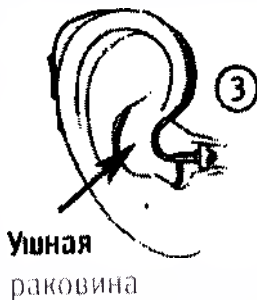

Рисунок 13 – Расположение фиксатора в ушной раковине
2.1.5.3 Расположите фиксатор в углублении выше мочки уха с помощью указательного пальца. Посмотрите в зеркало. Если трубочка звуковода торчит из Вашего уха, колпачок не был правильно размещен в слуховом проходе. Если фиксатор заметно торчит из Вашего уха, он не был правильно расположен. Для снятия аппарата потяните за изгиб трубочки (рисунок 13).